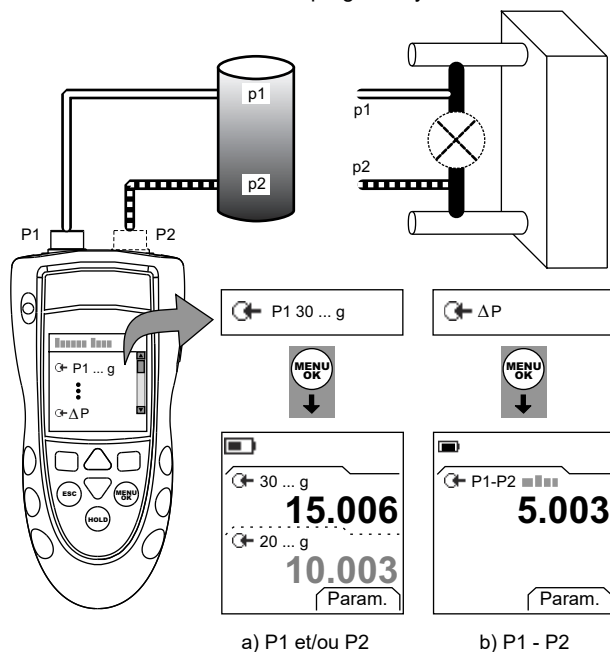

Figure 2 : Exemple de configuration - Mesure de pression
1. Raccorder l'instrument (Figure 2) et, si nécessaire, régler la *Configuration* (Tableau 1).
Les exemples de la Figure 2 indiquent :
1. Raccorder l'instrument à l'étalon de pression (Figure 2).